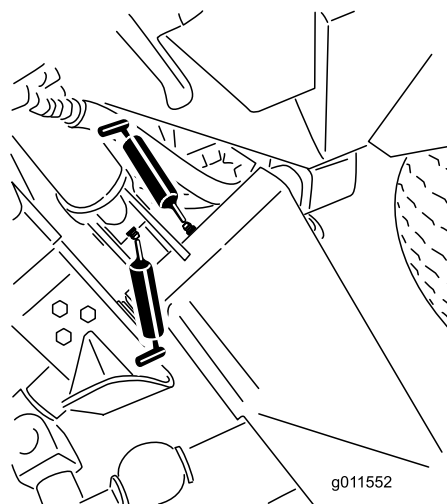
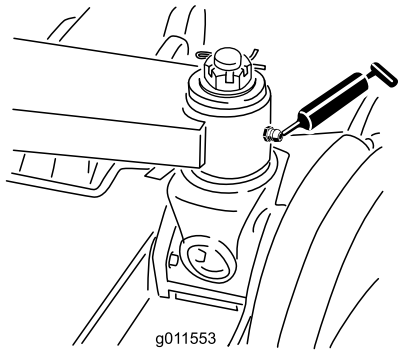

Figura 70
Figura 71
- 6 casquillos de brazos de elevación principales (Figura 70 y Figura 71)